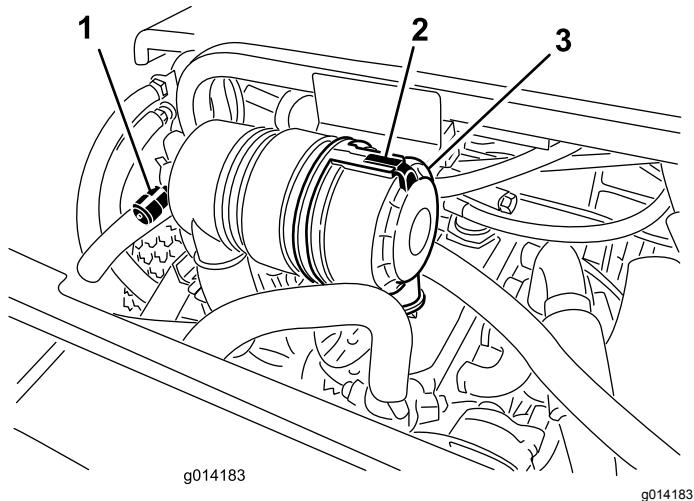

图30
**注意** 用千斤顶将机器升离地面并用顶车架固定可通过上下主销衬套进行更好的润滑。您应该观察到润滑脂从所有 4 个主销组件的轴铸件/衬套总成区的顶部和底部清除出图30。
仅在维修指示灯 (图30) 要求时才维修空气滤清器滤芯。如果是在必须更换之前才更换空气滤清器只会增加灰尘在滤清器拆下时进入发动机的几率。
1. 松开将空气滤清器盖固定到空气滤清器壳体上的闩锁 图30。